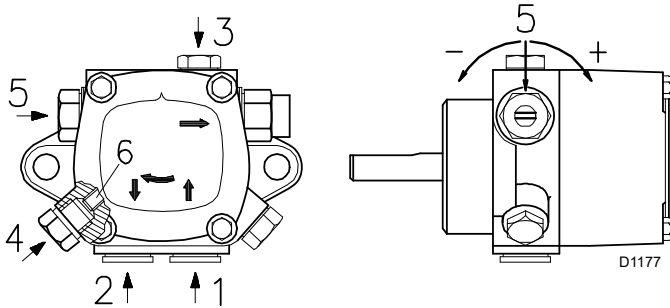
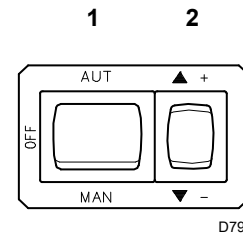

Abb. 25
Abb. 26
**Legende (Abb. 25)**
- Damit sich die Pumpe selbst einschalten kann, muss die Schraube 3)(Abb. 25) der Pumpe (Abb. 25) gelockert werden, damit die Saugleitung entlüftet wird.
- Schließen Sie die Kontrollvorrichtungen und zünden Sie so den Brenner, drehen Sie dazu den Schalter 1)(Abb. 26) auf die Position „MAN“ und den Wählschalter 10)(Abb. 6) auf die Position „OIL“.
- Die Pumpe ist eingeschaltet, wenn aus der Schraube 3)(Abb. 25) Heizöl heraustritt. Stoppen des Brenners: Den Schalter 1)(Abb. 26) auf „OFF“ stellen und die Schraube 3)(Abb. 25) einschrauben.